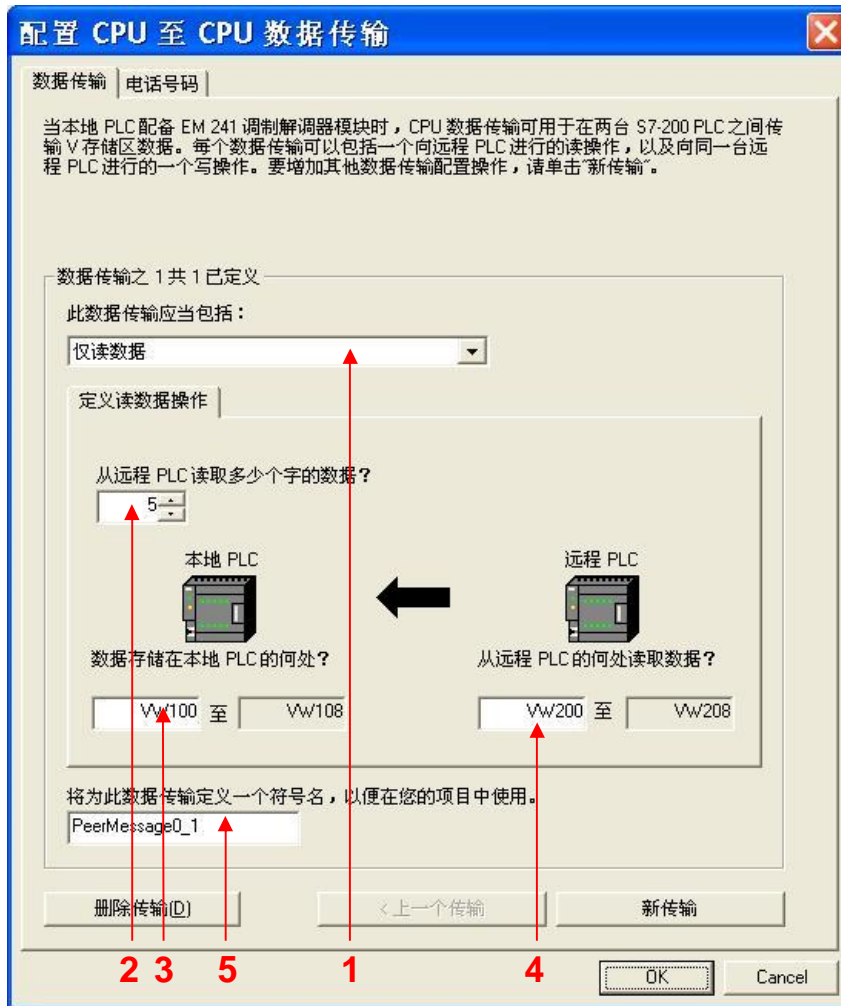

图 54
2. 在 定义读数据操作 下定义要读取的数据。可参照图 54 所示。